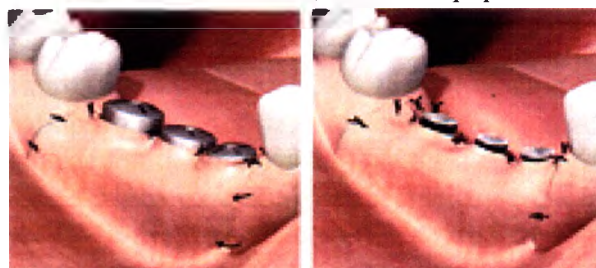

Рис. 4 – Правильное расположение формирователя десны
2. Сформируйте мягкую ткань таким образом, чтобы головка формирователя десны оставалась над десной, а затем прерывистыми стежками наложите швы (рис. 4).